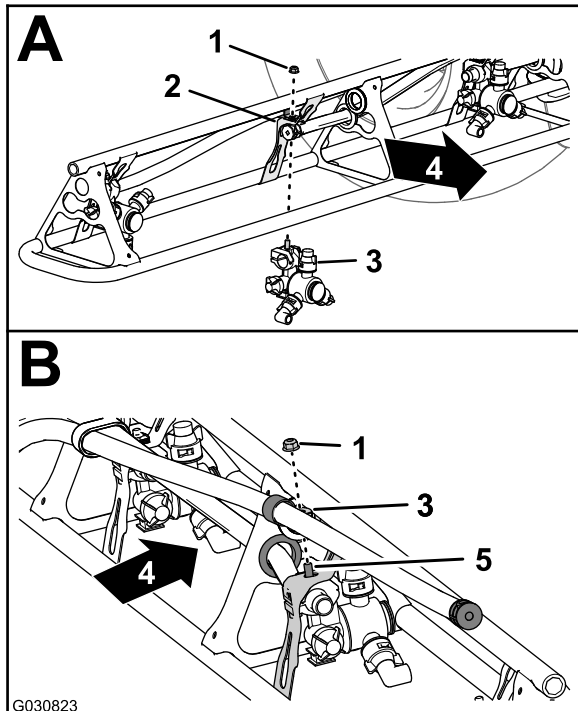

Figura 144
- Nelle posizioni degli ugelli 1 e 4, montate l'ugello dell'irroratrice sul relativo supporto (A di Figura 144) con il dado di bloccaggio flangiato ($\frac{5}{16}$ ") che avete rimosso nel passaggio 2 di Rimozione degli ugelli
- Nelle posizioni degli ugelli 2 e 3, montate l'ugello dell'irroratrice sul relativo supporto (A e B di Figura 144) con il dado di bloccaggio flangiato (5/16") che avete rimosso nel passaggio 2 di Montaggio degli ugelli dell'irroratrice nelle sezioni della barra esterna (pagina 70).